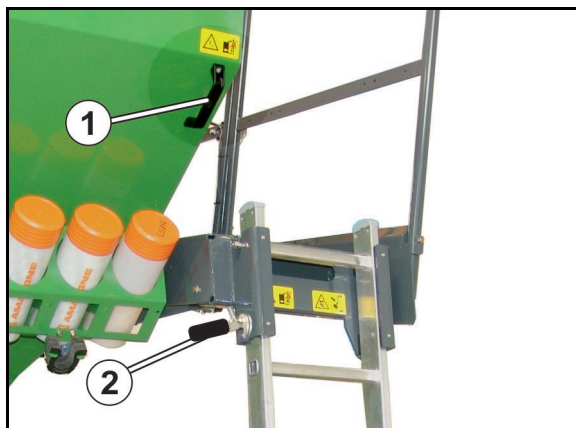

Рис. 61
1. Поднимите опору (Рис. 61/1) с помощью рукоятки (Рис. 61/2) до упора.
Опустите опору (Рис. 61/1) с помощью рукоятки (Рис. 61/2) до упора, пока не будет разгружена тяговая серьга.